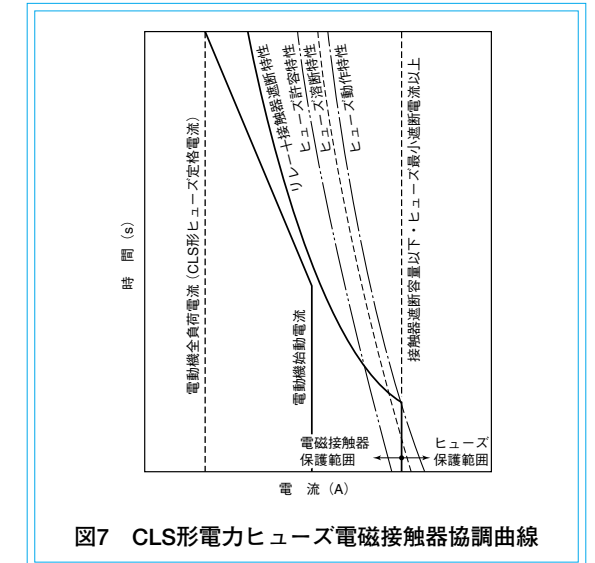

図7 CLS形電力ヒューズ電磁接触器協調曲線
2. CLS形電力ヒューズを電動機、始動器の短絡保護に使用される際には、表7より最適の定格を選定し、ヒューズの最小遮断電流以下の過負荷は、図11(a)の許容電流時間以内に開放するように、組み合わせ遮断器あるいは接触器などの継電器の電流-時間を選定ください。図7にその協調図例を示します。